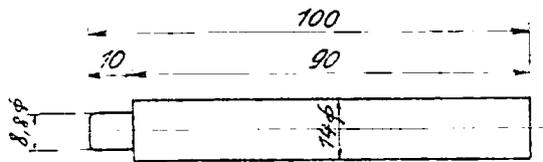

Bild 37. Maßskizze des Dornes, der bei KS-, SB- und NZ-Modellen zum Herausdrücken des Kolbenbolzens zu verwenden ist
21. Kolbenbolzen mit abgesetztem Spezialdorn lt. Bild 37 herausdrücken, Kolben abnehmen, Zylinderfufydichtung abnehmen.
18. Kolbenbolzen mit abgesetztem Spezialdorn lt. Bild 37 herausdrücken, Kolben abnehmen.